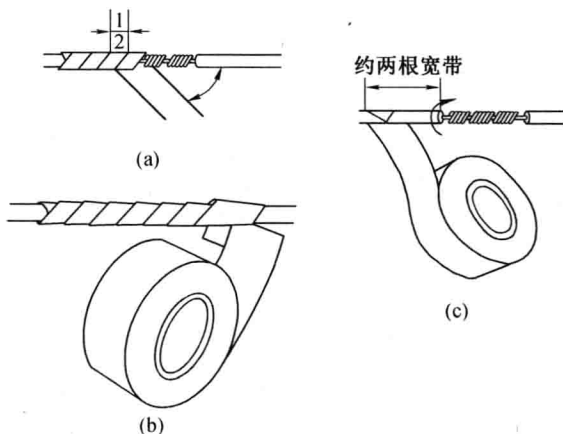

图 1-13 绝缘带的包缠方法
(1) 包缠时,先将绝缘带从左侧的完好绝缘层上开始包缠,应包入绝缘层 30~40 mm,包缠绝缘带时,要用力拉紧,带与导线之间应保持约 45°倾斜,如图 1-13(a)所示。
(2) 进行每圈斜叠缠包,后一圈必须压叠住前一圈的 1/2 带宽,如图 1-13(b)所示。
(3) 另一端也必须包入与始端同样长度的绝缘带,然后接上黑胶布,并使黑胶布包出绝缘带层至少半根带宽,即必须使黑胶布完全包没绝缘带,如图 1-13(c)所示。
(4) 黑胶布也必须进行 1/2 叠包,包到另一端也必须完全包没绝缘带,收尾后应用双